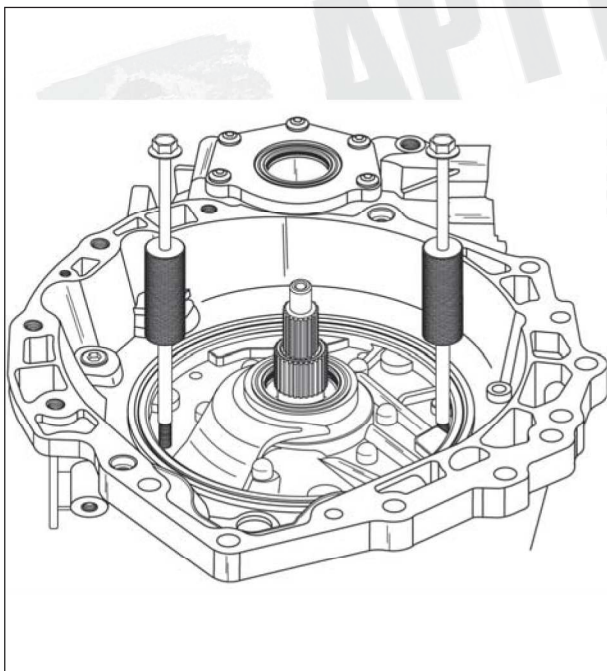

Figura 61
38. Instale dois martelos corrediços para remoção da bomba de fluido, conforme indicado na figura 61, e solte a bomba.